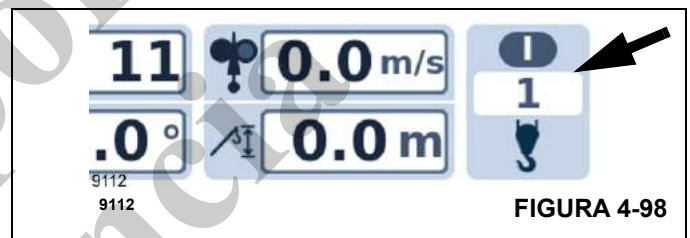

FIGURA 4-98
- Verifique que el enhebrado actual (Figura 4-98) del malacate principal se muestre, por ejemplo, 1. Corrija el enhebrado si es necesario. Consulte la sección *Introducción de enhebrado*, página 4-60.